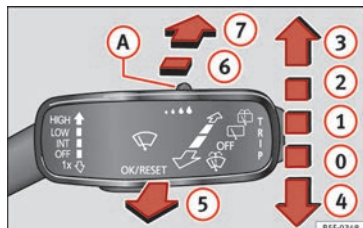

Fig. 142 La palanca del limpiacristales.
- Si sólo desea limpiar el parabrisas **brevemente** desplace la palanca hacia abajo hasta la posición **4** » fig. 142.
- Mueva la palanca hacia arriba hasta la posición **1** » fig. 142.
- Mueva la palanca hacia arriba hasta la posición **2** » fig. 142.
- Mueva la palanca hacia arriba hasta la posición **3** » fig. 142.
- Tire de la palanca hacia el volante, posición **5** » fig. 142, el lavaparabrisas y los limpiaparabrisas funcionan.
- Presione la palanca hacia delante hasta la posición **6** » fig. 142, el limpiacristales se acciona en intervalos de 6 segundos.
- Presione la palanca completamente hacia delante hasta la posición **7** » fig. 142, el
- Mueva la palanca hasta la posición **0** » fig. 142.
Si están encendidas las luces de cruce o de carretera y mueve la palanca a la posición **5** » fig. 142, se accionan brevemente los